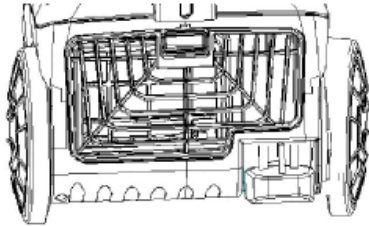

Fig.14
- 1) Apăsați clapa de evacuare pentru a deschide panoul de evacuare. (Vezi Fig 14).